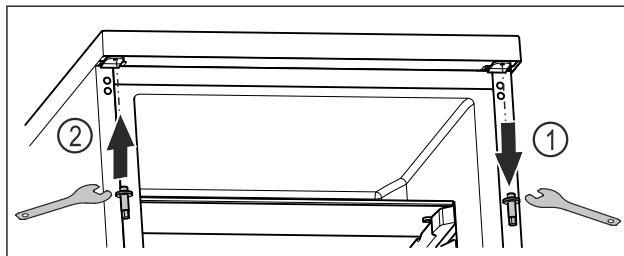

Fig. 15
- Відкрутіть верхній болт за допомогою шестигранного ключа. Fig. 15 (1)
- Затягніть болт із протилежного боку за допомогою шестигранного ключа. Fig. 15 (2)